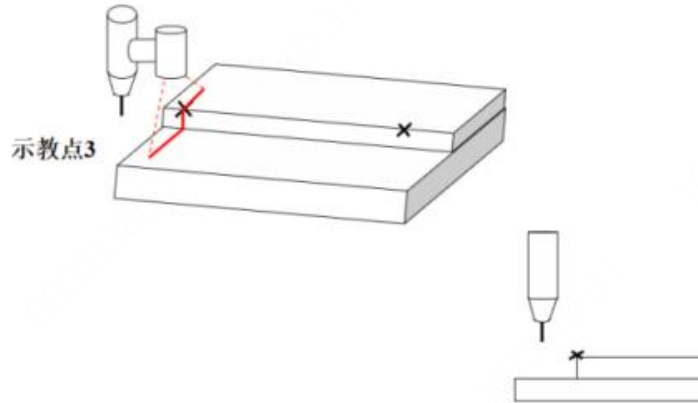

图 3-53 激光器十点法标定姿态 3
(2) 移动机器人且只移动 X、Y、Z 使得激光线与参考点 1 重合，激光线的中心位于焊缝结合线的左侧，且 TCP 末端不在焊缝的结合线上，记录示教点 3，如图 3-53 所示。